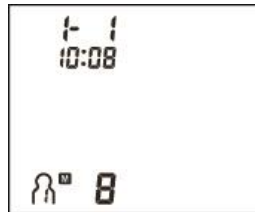

Figura 7
- a) Em modo standby pressione o botão “MEM”. O monitor irá apresentar o símbolo do utilizador actual e o total de memórias na zona de memória do utilizador (Figura 7).